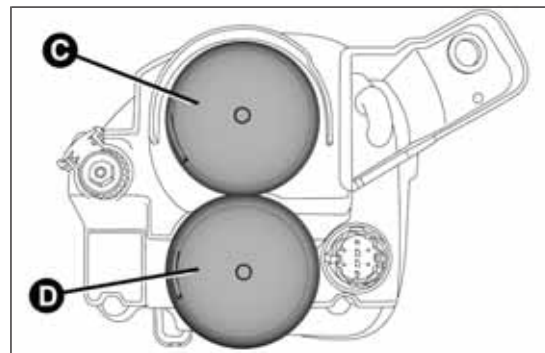

fig. 174
La ubicación de las lámparas es la siguiente fig. 174:
- ☐ quitar la tapa C fig. 174;
- ☐ por último, volver a montar la tapa C fig. 174.
- ☐ quitar la tapa D fig. 174;
- ☐ por último, volver a montar la tapa D fig. 174.